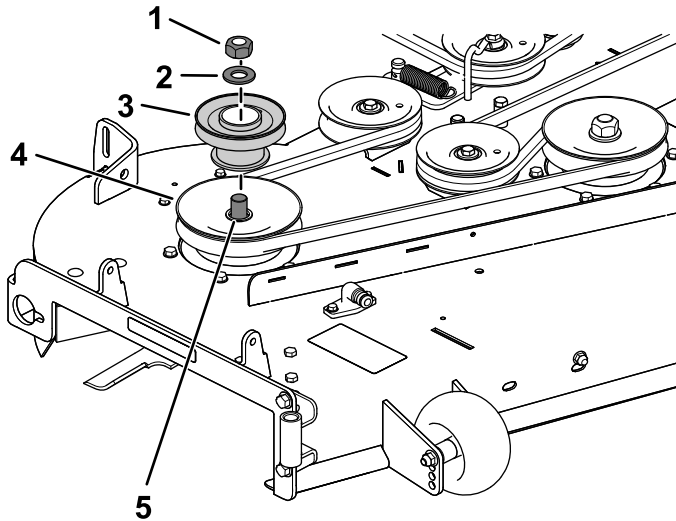

Figura 11
2. Instale el conjunto de la polea en la polea derecha de la carcasa de corte con la tuerca y la arandela que retiró anteriormente (Figura 11).